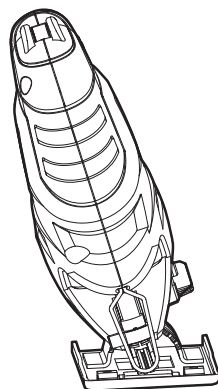

РИС.5
2. Для установки требуемого угла переместите основание вперед и наклоните его соответствующим образом. Угол может составлять от  $0^\circ$  до  $45^\circ$  (влево и вправо). (см. рис. 5)